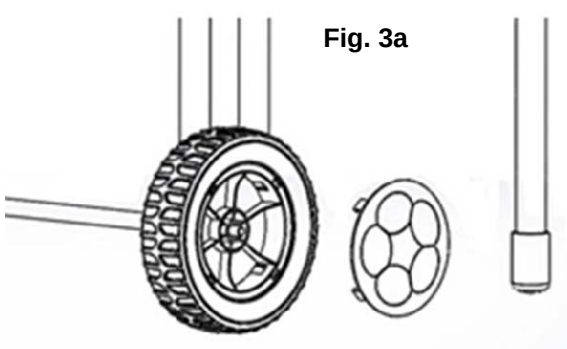

Fig. 3a
4. Presione los cubreruedas sobre las ruedas para cubrir los extremos del eje. Si lo desea, puede utilizar un martillo para asegurarlos sobre los ejes. Puede quedar una separación entre la rueda y la cubierta de la rueda, no es necesario presionar hasta que haga contacto (Ver Fig. 3a, 3b).